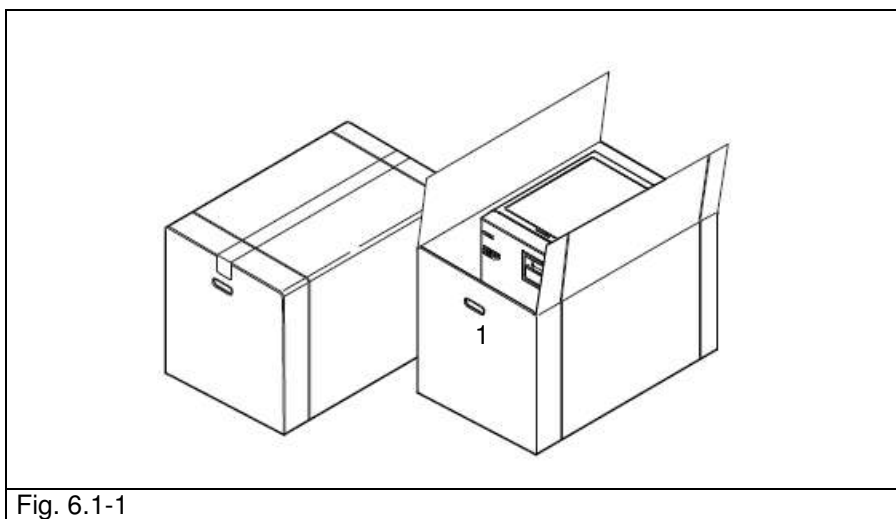

Fig. 6.1-1
L'imballo e l'apparecchio sono delicati, maneggiare con cura. Trasportare senza scosse, urti. LE MANIGLIE DELL'IMBALLO (1 di Fig. 6.1-1) SERVONO SOLO PER IL SOLLEVAMENTO VERTICALE. Conservare in ambienti asciutti e protetti. **L'imballo deve essere conservato per tutto il periodo di garanzia.**
- Togliere le graffe che chiudono la parte superiore dell'imballo di cartone (Fig. 6.1-1).